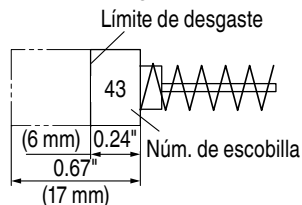

Fig. 18
3. Inspección de la escobillas (Fig. 18)
Utilice las escobillas HITACHI Núm. 43 indicadas en la Fig. 18.